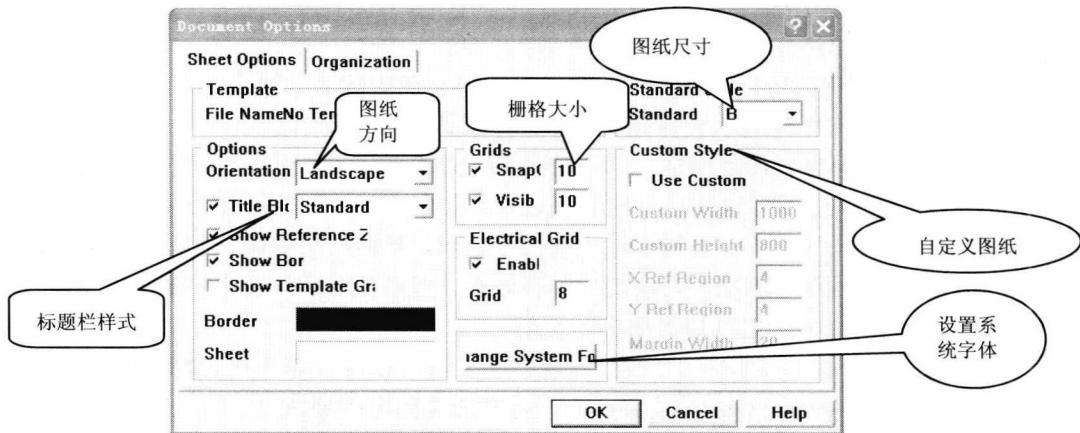

图 1-4 原理图设计环境设置窗口
“Design→Options”菜单命令用于纸型、栅格和标题栏等内容选项的设置。选择该菜单命令就可以进入原理图设计环境设置窗口，如图 1-4 所示。
(1) Sheet Options 页面 (图 1-4)，用于设置图纸尺寸、栅格等内容。
① 图纸尺寸设置 (Standard Style)，一般情况使用国际认可的图纸尺寸。如：A4、A3、A、B、C、D、E 等。
② 自定义图纸 (Custom Style)，可设置图纸的尺寸、图纸边框的分度和边框的宽度。其中包含如下选项。